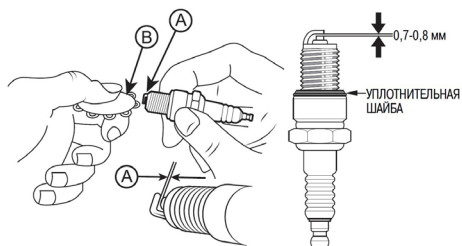

Рис. 43 Проверка межэлектродного зазора
4. Измерьте зазор А между электродами специальным щупом В (Рис. 43). Зазор должен быть 0,7-0,8 мм (Рис. 43). При увеличении, или уменьшении требуемого зазора, рекомендуется заменить свечу, так как регулировка зазора может привести к изменению качества искрообразования.